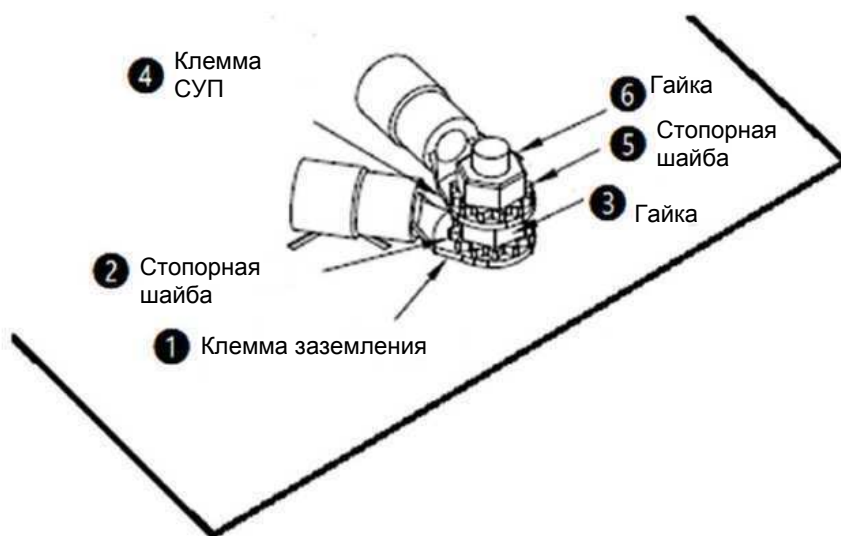

Рис. 6-8. Клемма заземления (⊕) БРП. Способ подключения клеммы заземления и клеммы СУП
Подробную информацию о подключении к клемме заземления ИБП (\oplus) см. в **руководстве пользователя** ИБП. ИБП заземляется так же, как и БРП. Для справки также можно посмотреть **рис. 6-8**.
*1 Для конфигураций со входом от двух источников основной источник переменного тока и байпасный источник должны использовать одну и ту же нейтраль (N).
Для заземления БРП при подключении к его клемме заземления (⊕) выполните следующие действия и шаги с ① по ⑥*1, показанные на *рис. 6-8*.
*1 Детали ①–⑥, изображенные на *рис. 6-8*, не входят в комплект поставки БРП.